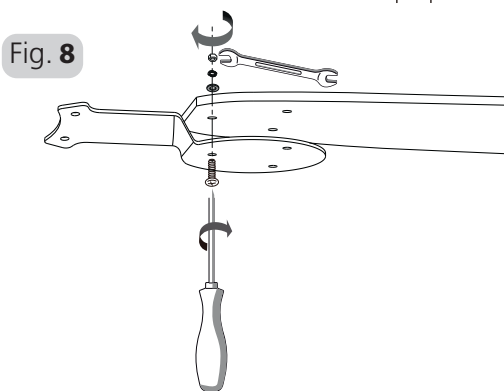

Fig. 8
5. Montieren Sie die Flügelclips an den Flügeln, indem Sie die Schrauben, Unterlegscheiben, Federscheiben und Muttern zusammen festziehen. Vergewissern Sie sich, dass alle drei Schrauben an den Flügeln festgezogen sind. Siehe Abb. 8.
5. Assemble blade clips onto the blades by tightening the screws, flat washer, spring washers and nuts together. Ensure all three screws tighten each blade. Refer Fig. 8.
5. Montez les clips des pales sur les pales en serrant les vis, les rondelles plates, les rondelles élastiques et les écrous. Vérifiez que les trois vis fixent bien chacune des pales. Voir Figure 8.
5. Montare gli elementi di fissaggio delle pale serrando le viti, le rondelle piane, le rondelle elastiche e i dadi. Assicurarsi che ogni pala venga fissata con tutte e tre le viti. Vedere fig. 8.
5. Monteer de bladclips op de bladen door de schroeven, de platte sluitring, de veerringen en de moeren samen vast te draaien. Zorg ervoor dat elk blad door alle drie de schroeven op zijn plaats wordt gehouden. Zie Fig. 8.
5. Monte os cliques das pás nas pás ao apertar os parafusos, anilhas planas, anilhas de mola e porcas em conjunto. Assegure-se que todos os três parafusos apertam cada uma das pás. Consulte a Fig. 8.
5. Установите зажимы лопастей на лопасти, затянув винты, плоскую шайбу, пружинные шайбы и гайки. Убедитесь, что каждая из лопастей затянута тремя винтами. См. рис. 8.
- Zamontować zaciski łopatek na łopatkach, dokręcając śruby wraz z podkładką płaską, podkładkami sprężystymi i nakrętkami. Należy upewnić się, że każda z łopatek jest mocno przykręcona za pomocą wszystkich trzech śrub. Patrz rys. 8.